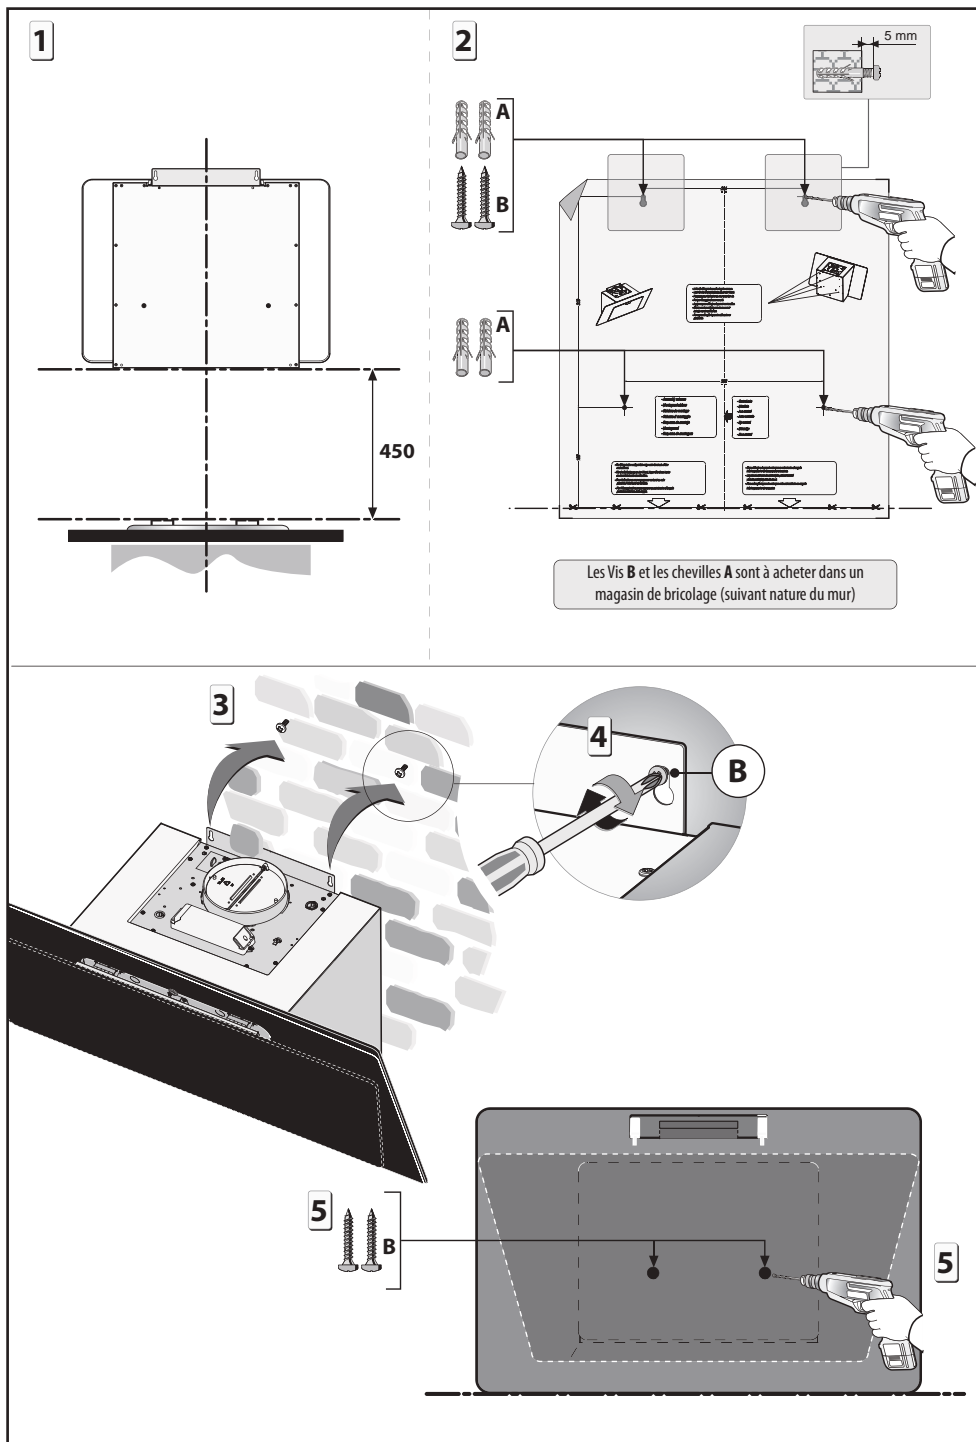

Fig.3
• Fixation murale (Fig.3):
Tracez une ligne sur le mur figure 3 - phase 1 correspondant au côté inférieur de la hotte (en respectant la distance de sécurité du plan de cuisson).
- Repérez et percez les trous de fixation figure 3-phase2.
Ce modèle de hotte peut avoir comme option des étriers de nivellement à demander à votre revendeur. Tracez une ligne sur le mur figure 3- phase 1correspondant au côté inférieur de la hotte (en respectant la distance de sécurité du plan de cuisson).